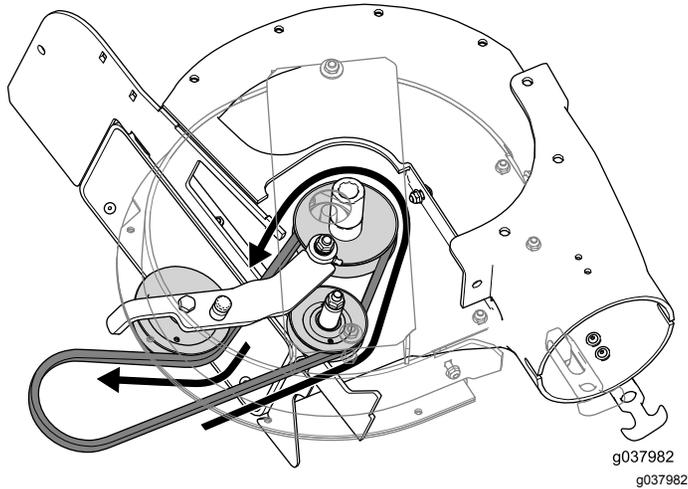

Figura 37
3. Instale la correa nueva alrededor de las poleas, dentro del soplador (Figura 37).
4. Apriete o instale el pasador de la guía (Figura 37).